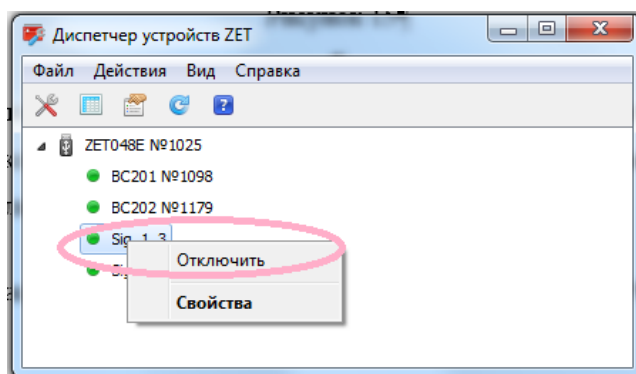

Рисунок 16
- неиспользуемые каналы рекомендуется отключить, для этого в окне «Диспетчер устройств ZET» вызвать правой кнопкой мыши контекстное меню канала №3 (Sig_1_3) регистратора и выбрать в нем «Отключить» (Рисунок 16), по аналогии произвести отключение для канала №4 (Sig_1_4);